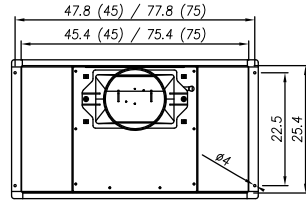

Fig. 2
– En la bolsa de accesorios que se suministran con la campana, encontrará los tornillos necesarios para la fijación de la misma (fig. 2).
– Im Zubehörbeutel befinden sich die zur Befestigung der Abzugshaube erforderlichen Schrauben (Fig. 2).